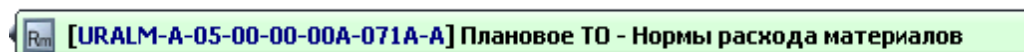

Рисунок 650
3) Введите название модуля данных (рисунок 650). Для этого: